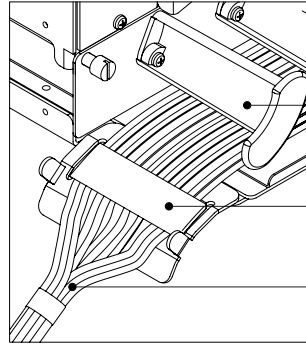

Figura 10A
2. Después de la instalación de todos los cordones, fíjelos en la salida del Sub-Rack utilizando el Velcro doble cara. (ver figura 10A).